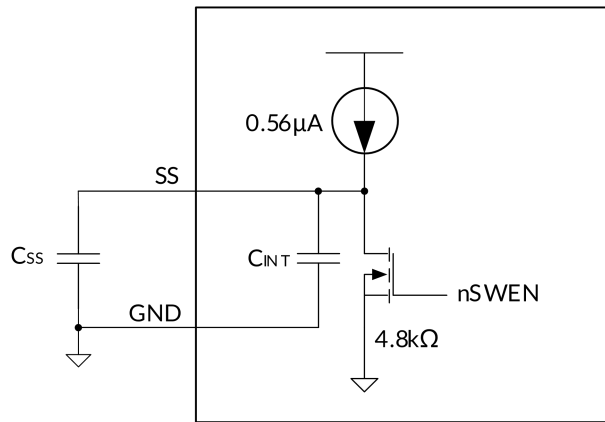

图 23. 输出电压斜坡时间 $t_{dV/dt}$ 由电容 $C_{dV/dt}$ 设定
TLX2604 专为控制热插拔场景下的浪涌电流而设计，适用于将板卡插入带电背板或其他“热”电源时的工作环境。该设计能有效抑制背板供电电压的跌落，防止系统电源意外复位。通过受控软启动 (SS) 机制，还可消除传导性与辐射干扰。SS 引脚至 GND 的外接电容（如图 23 所示）决定着上电时输出电压的压摆率，其启动压摆率计算公式见公式 1：